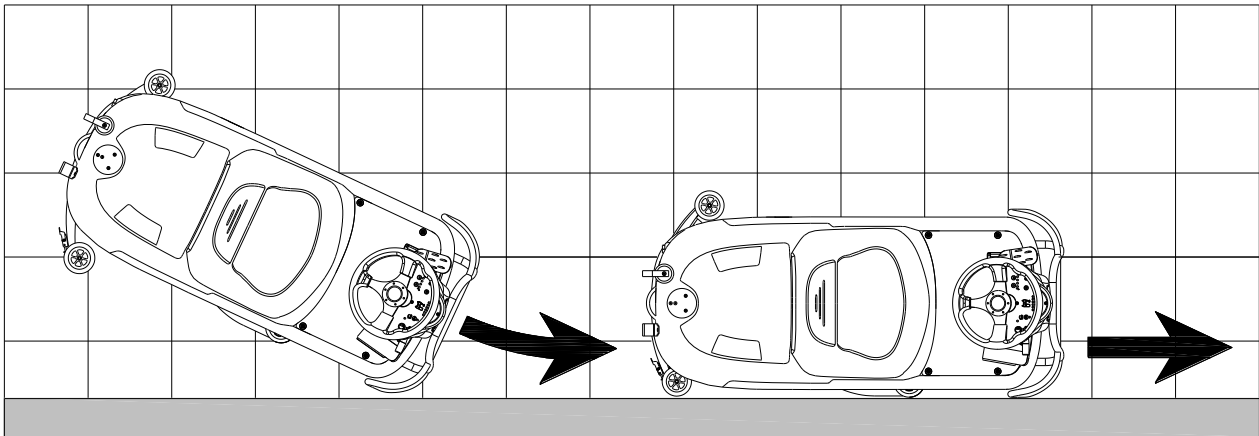
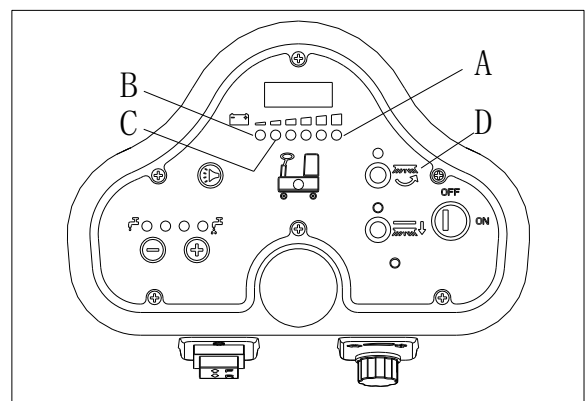

Figura 11
Figura 12
Para esfregar/secar correctamente o chão nos lados das paredes, sugerimos que vá perto das paredes com o lado direito (Lado da roda de pára-choques) da máquina como mostrado na Figura 11.
Quando a luz verde (A, Figura 12) estiver ligada, as baterias têm energia suficiente para a máquina funcionar normalmente; quando todas as luzes verdes estiverem desligada e a luz amarela (C, Figura 12) estiver ligada, a energia das baterias está muito fraca, pelo que devem ser carregadas; quando a luz vermelha (B, Figura 12) piscar, o motor de vácuo e da escova são desligados automaticamente alguns segundos depois pelo que conduza a máquina para carregar as baterias de imediato.
Se o sistema a vácuo for desligado acidentalmente (por exemplo, quando a bóia é activa devido a um movimento súbito da máquina), para continuar a operação: desligue o sistema a vácuo pressionando o interruptor (D, Figura 12), abra o revestimento (A, Figura 11) e verifique se a bóia dentro da grelha (B) desceu para o nível da água. De seguida, feche o revestimento (A) e ligue o sistema a vácuo pressionando o interruptor (D, Figura 12).
2. Levante o convés do suporte de escova/esponja (H, Figura 12) pressionando o pedal (G).
3. Levante o squeegee com a alavanca (H).
5. Esvazie o tanque de água de recuperação com a mangueira (D). De seguida, limpe o tanque com água limpa.